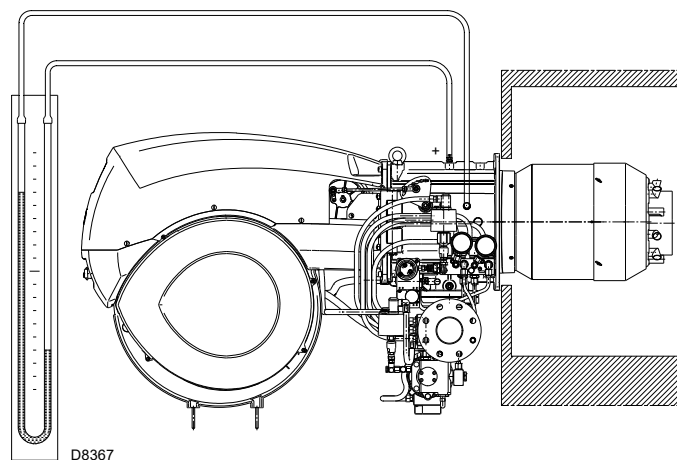

Fig. 33
- Monter un manomètre en U ou un manomètre de type différentiel (Fig. 33), avec prise (+) sur la pression du gaz du manchon et (-) dans la chambre de combustion.
L'arrivée de gaz au manchon est mise en évidence sur le manomètre en U (Fig. 33).